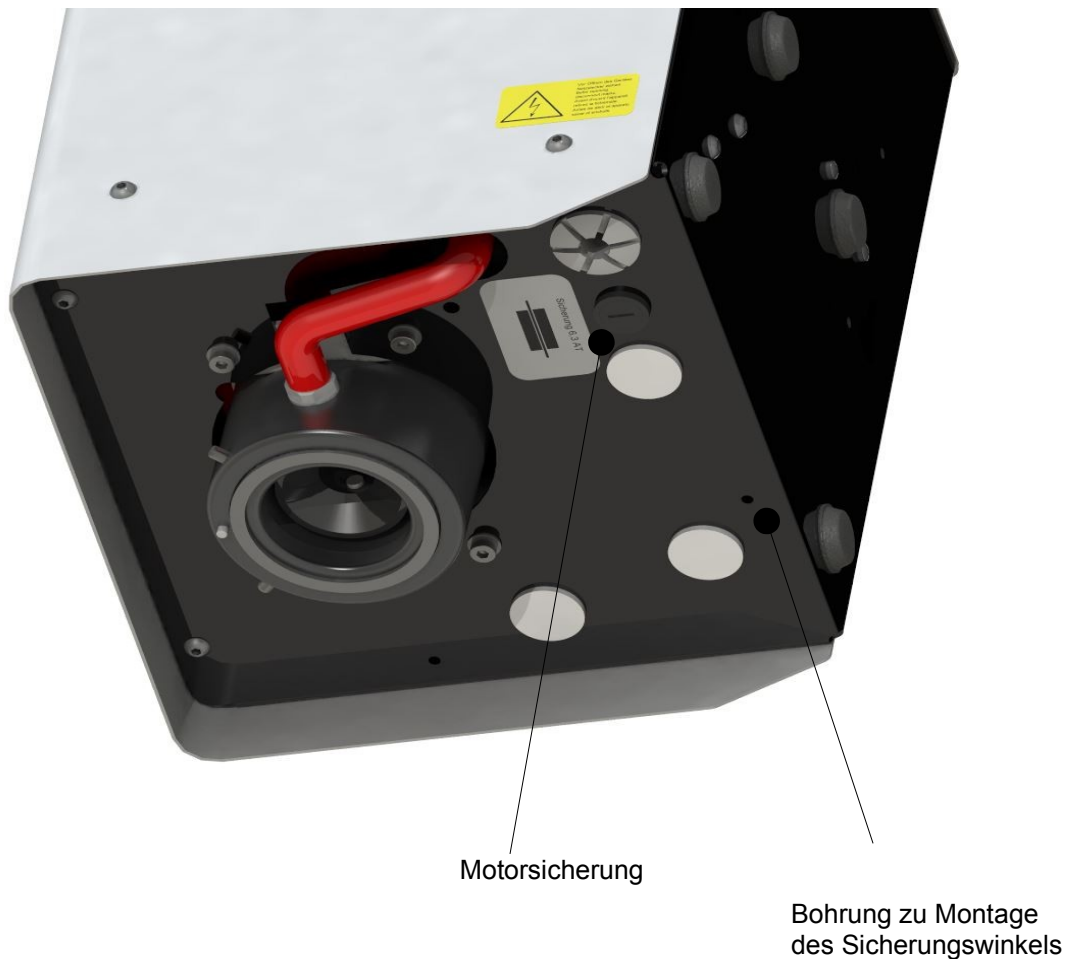

Bild 3
Schrauben Sie nun, wie im *Bild 3* dargestellt, den Sicherungswinkel an das **Wamix-Gerät**. Ziehen Sie die Kreuzschlitz-Schraube aber noch nicht fest an – der Sicherungswinkel muss sich noch bewegen lassen.
Hängen Sie das Gerät vorsichtig ein. Überprüfen Sie, ob das Gerät locker hängt (d.h. Hin- und Herbewegen auf den Schrauben), sollte dies der Fall sein, so ziehen Sie die Schrauben 6 x 50 nach, bis das Gerät sicher hängt. Zum Schluss schrauben Sie den Sicherungswinkel fest. Zuerst an der Wand mit Schraube 4 x 16, dann ziehen Sie die Kreuzschlitz-Schraube am Gerät fest (*Bild 3*).
-  Den Becher nur bis zur *Max-Markierung* auffüllen. Zu viel eingefülltes Material wird sonst durch das Vakuum in das System aufgenommen. Das aufgenommene Material wird im „Kontrollfenster“ (*Bild 3*) sichtbar.